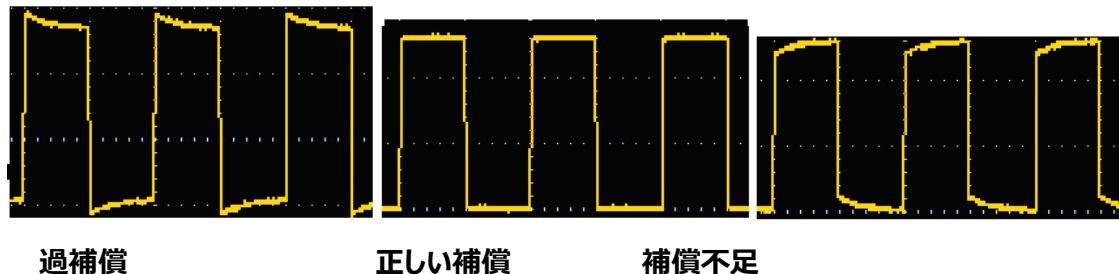
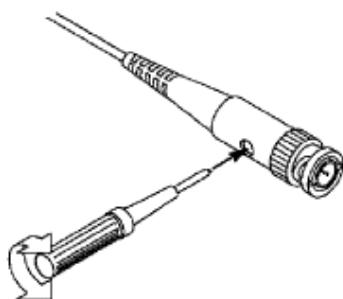

図 35 プローブ補償の表示波形
図 36 プローブの調整
2.表示された波形を確認し、正しい補償が達成されるまでプローブを調整します（図 35 を参照）および図 36)。